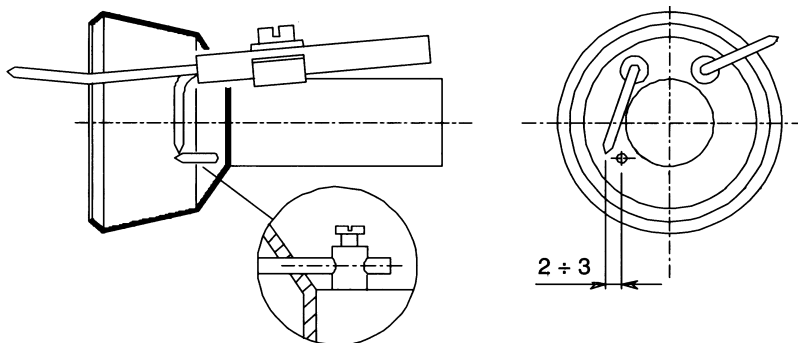

Рис. 29
- ? Проверьте запальный электрод, очистите, отрегулируйте и, при необходимости, замените (см. Рис. 29);
- ? Проверьте контрольный электрод, очистите, отрегулируйте и, при необходимости, замените (см. Рис. 29).
Для того, чтобы гарантировать хорошее зажигание, необходимо соблюдать размеры, указанные на Рис. 29.